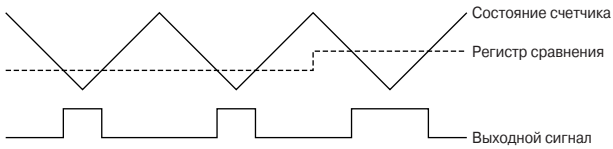

Рис. 6.9. Формирование ШИМ-сигнала
При работе таймера/счетчика T1 в режиме ШИМ состояние счетного регистра изменяется от \$000 до значения TOP, а затем снова до \$000, после чего цикл повторяется. При равенстве состояния счетчика и содержимого регистра сравнения состояние соответствующего этому регистру вывода микроконтроллера изменяется согласно **Табл. 6.9** (см. также **Рис. 6.9**). Таким образом, длительность импульса равна удвоенному значению содержимого регистра сравнения.
Счетный регистр таймера/счетчика в рассматриваемом режиме функционирует как реверсивный счетчик с модулем счета, равным «\$FF» (255). Частота сигнала соответственно равна $f_{\text{TCK2}}/510$, где f_{TCK2} — частота тактового сигнала. Состояние счетчика изменяется от \$00 до \$FF, а затем снова до \$00, после чего цикл повторяется. При равенстве состояния счетчика и содержимого регистра сравнения состояние вывода ОС2 микроконтроллера изменяется согласно **Табл. 6.13** (см. также **Рис. 6.9**).